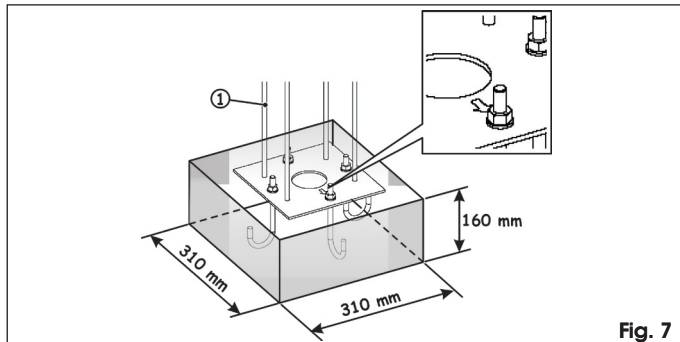

Fig. 7
2. Realice una base de cimentación tal y como se indica en la Fig. 7.
1. Enrosque los cuatro tirantes suministrados en dotación, Fig.7 ref. ①, en los correspondientes orificios, los que tienen las tuercas soldadas.
2. Coloque en obra la placa de cimentación tal y como se indica en la Fig. 7, y prevea una o varias vainas para el paso de los cables eléctricos.